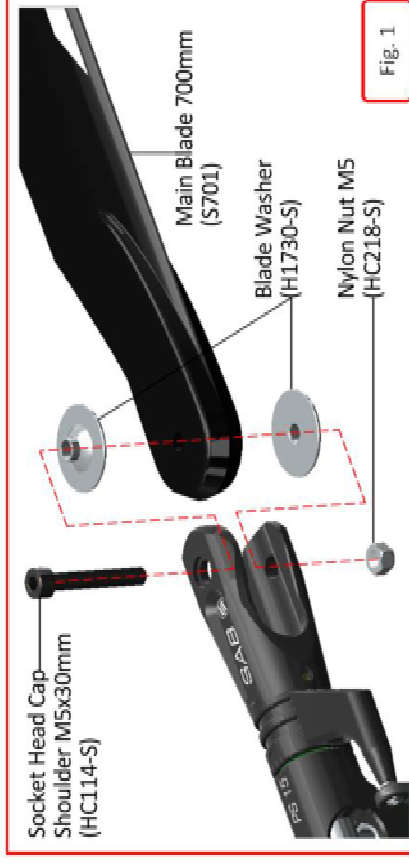
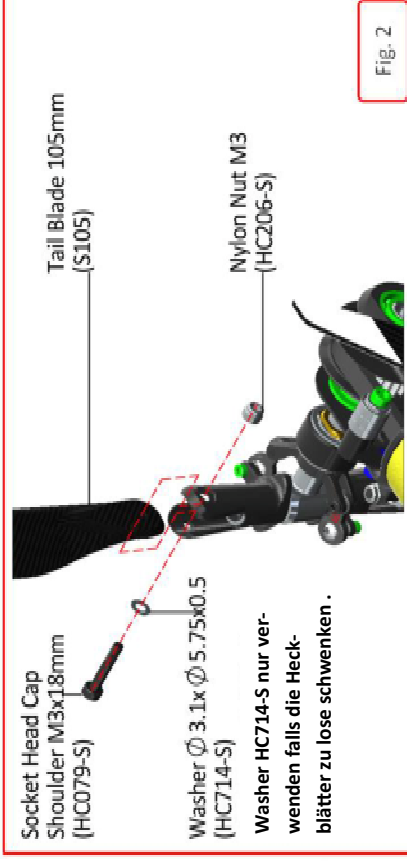

Fig. 1
Fig. 2
- Um den Heckausleger einschieben zu können müssen die beiden M3 Klemmschrauben geöffnet sein. (siehe Fig.1.)
- Den Heckausleger nun nach hinten ziehen bis die passende Riemenanspannung erreicht ist. Diese wird am Indikator mit dem Wert 0 angezeigt. (siehe Fig. 2.)
3. Drehen Sie die in Fig.1 in pink dargestellte M4x10 Schraube fest um das Spannwerkzeug am Rohr zu fixieren.
4. Legen Sie mit der in Fig. 1 in orange dargestellten Stellschraube die entsprechende Riemenanspannung an.
- Zuerst die Gummifüllen HA021-S einsetzen (Fig.1.) Anschließend die beiden Canopy Knobs H2106-S einsetzen. (siehe Fig. 2.)
- Montieren Sie Haupt- und Heckblätter (siehe Fig. 1 und 2.). Die Blätter dürfen weder zu streng in den Blatthaltern sitzen, noch einklappen.